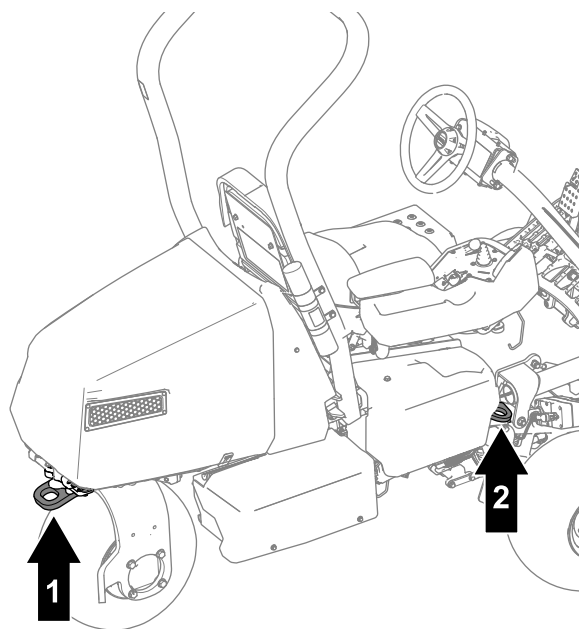

Figura 31
- Amarre la máquina firmemente con correas, cadenas, cables o cuerdas. Tanto la correa delantera como la trasera deben orientarse hacia abajo y hacia fuera respecto a la máquina (Figura 31).